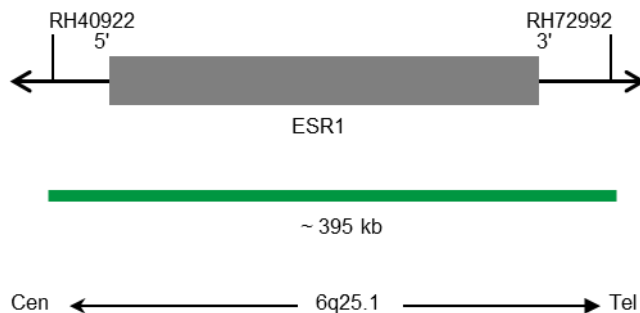

Fig. 1. SPEC ESR1 Mapa de la sonda (no está a escala)
- Polinucleótidos marcados en verde (excitación a 503 nm/emisión a 528 nm) ZyGreen (~10 ng/μl), dirigidos a secuencias localizadas en 6q25.1\* (chr6:152,083,365-152,478,947) que albergan la región del gen ESR1 (ver Fig. 1).